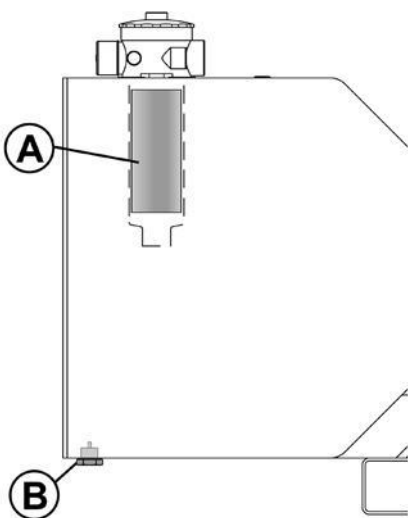

РИС. 7.4
- Проверка состояния масляных фильтров должна производиться регулярно. Рекомендуется заменить картридж (А) масляного фильтра после первых 20 часов, а затем каждые 200 рабочих часов, но не реже чем раз в 6 месяцев (РИС. 7.4). Уровень масла можно проверить с помощью термометра, расположенного на стенке бака. Он должен проверяться, когда стрелы сложены и должен находиться между максимальной и минимальной отметками.
- После 1000 часов работы, но в любом случае 5 лет, все масло гидравлики должно быть удалено через сток (В) (РИС. 7.4).